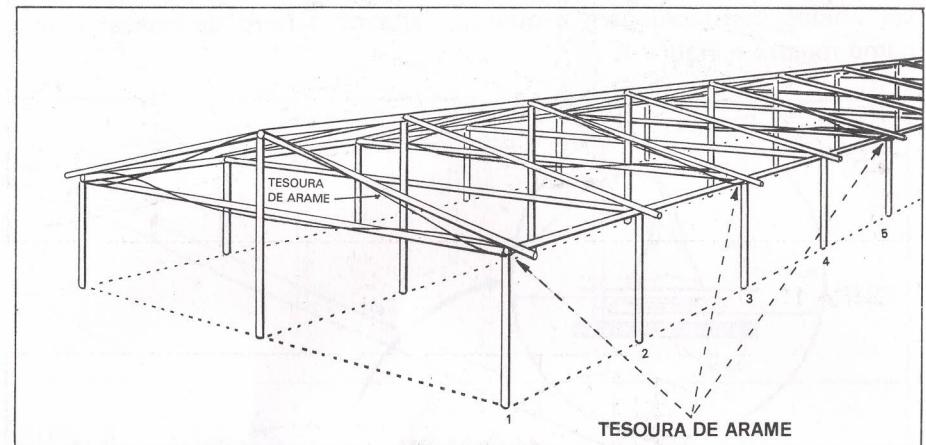

FIGURA 6
2) **Tesoura:** feita com o mesmo arame de aço dos tirantes, serve para dar rigidez à estrutura, como uma amarração. Passa-se o arame por fora das linha laterais e superior, unindo-os, por sobre um lado, torcendo-os entre si e fixando-os sobre um caibro. Este tipo de reforço deve ser feito em caibros alternados (Figura 6).